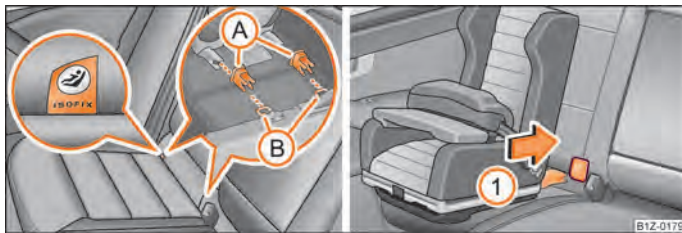

Fig. 136 Anillos de retención (sistema ISOFIX)/el asiento infantil ISOFIX se introduce en los conos de alojamiento montados
Entre el respaldo y la superficie del asiento del acompañante hay dos argollas de sujeción para fijar un asiento infantil mediante el sistema "ISOFIX". En los asientos posteriores exteriores, las argollas de sujeción se encuentran bajo el acolchado. Los puntos están marcados por medio de unos letreros con el rótulo "ISOFIX" ⇒ fig. 136 - lado izquierdo.
- Introduzca los conos receptores (A) en las argollas de sujeción (B) entre el respaldo y la banqueta ⇒ fig. 136.
- Empuje los reposabrazos del asiento infantil en las argollas de sujeción en la dirección de la flecha (1), hasta que encaje de forma audible ⇒ fig. 136.